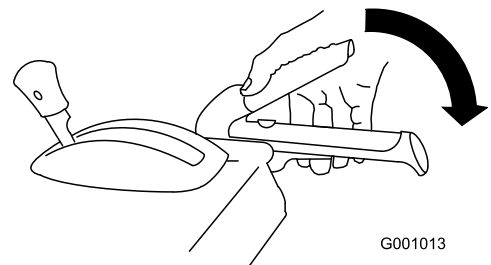

Figure 39
1. Pour engager la vis sans fin/turbine, serrez le levier droit (vis sans fin/turbine) contre la poignée (Figure 39).